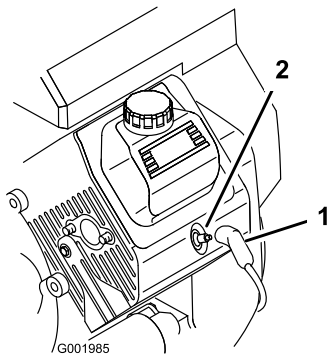

Figure 51
- Débranchez les fils des bougies (Figure 51).
- Rebranchez les bougies (Figure 51).